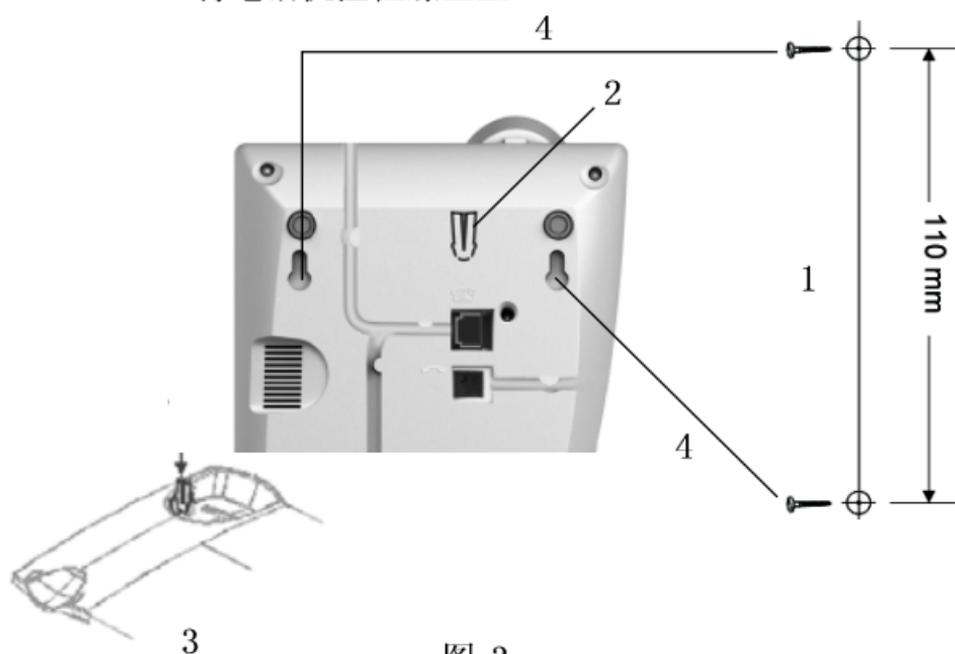

图 3
1. 在墙上钻两个直径为5mm，相距为110mm的小孔，(如图3所示)，插入暗销并钻入平头螺丝；